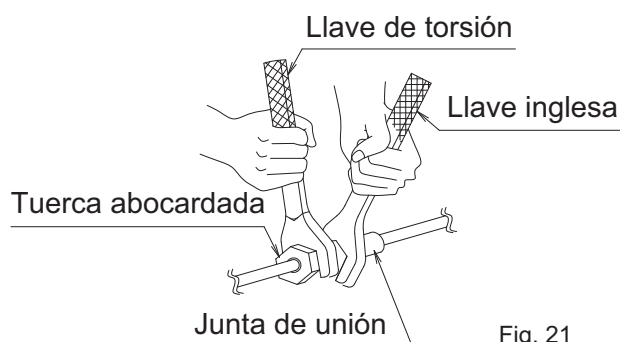

Fig. 21
- Al conectar la tubería al acondicionador de aire, asegúrese de utilizar una llave inglesa y una llave de torsión tal y como se muestra en la **Fig. 21**.